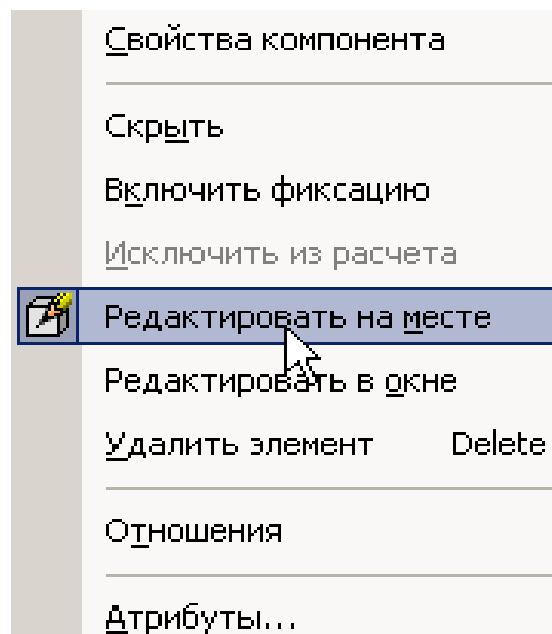

Рис. 16
11) Закончите создание детали «Втулка». Для этого курсором укажите в дереве построения на наименование детали «Втулка» и из контекстного меню выберите команду **Редактировать на месте**. В появившемся окне подтвердите перестройку сборки, рис. 16.